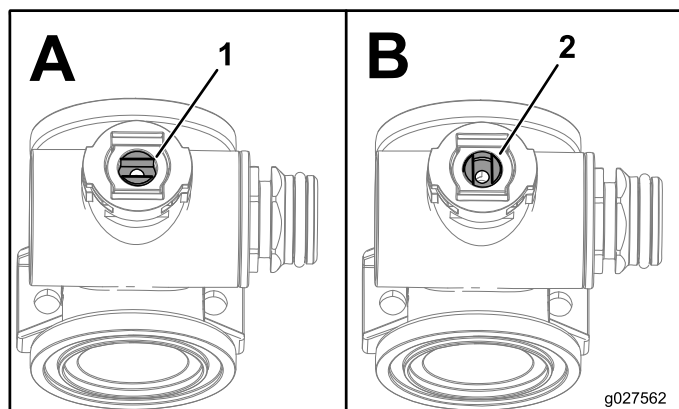

Bild 123
1. Drehen Sie den Ventilschaft so, dass er in der geschlossenen Stellung ist (Bild 123 B).